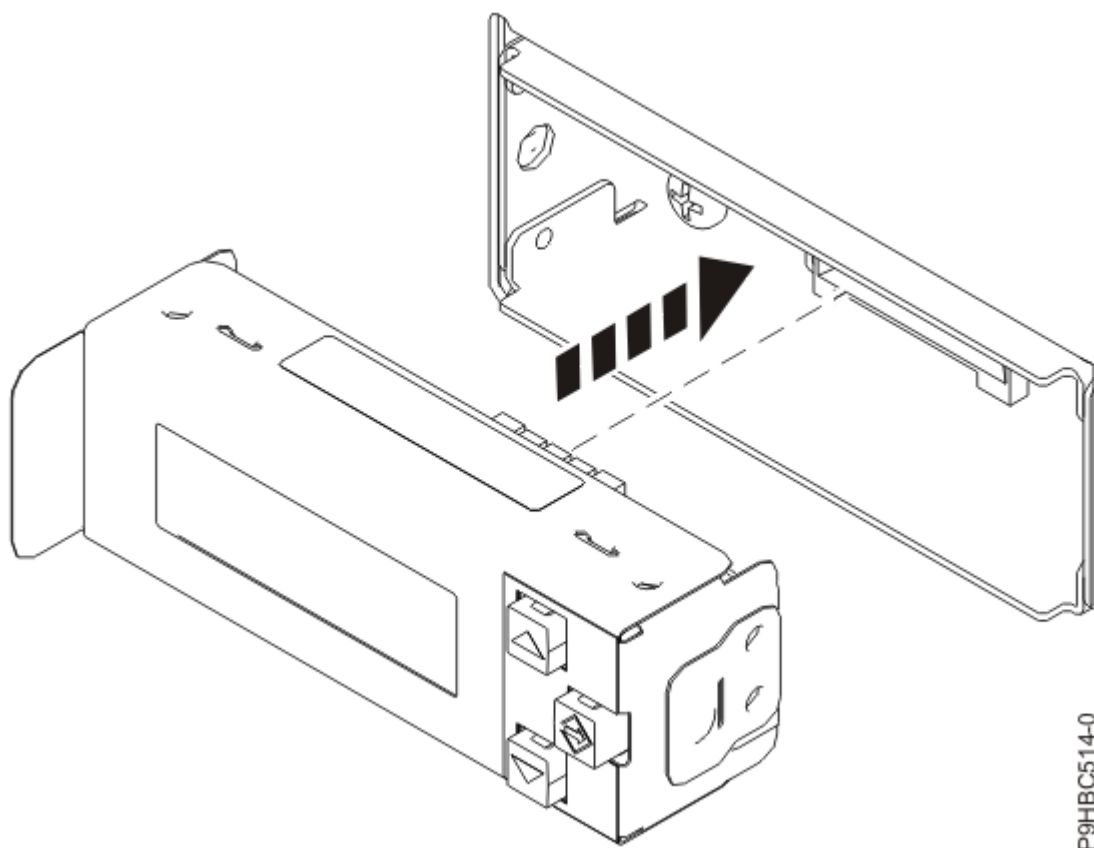

Figura 23. Inserció de la pantalla del panell de control
3. Inserir la pantalla del panell de control fent pressió a l'allotjament, tal com es mostra a la Figura 23 a la pàgina 25. Queda encaixada al seu lloc.